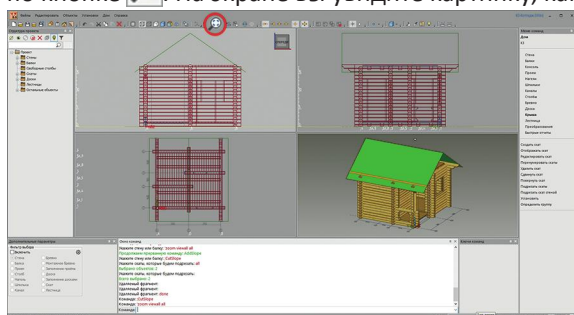

рис. 62
6. Впишите изображение во все видовые окна при помощи щелчка *правой* кнопкой мыши по кнопке . На экране вы увидите картинку, как на рис. 62.